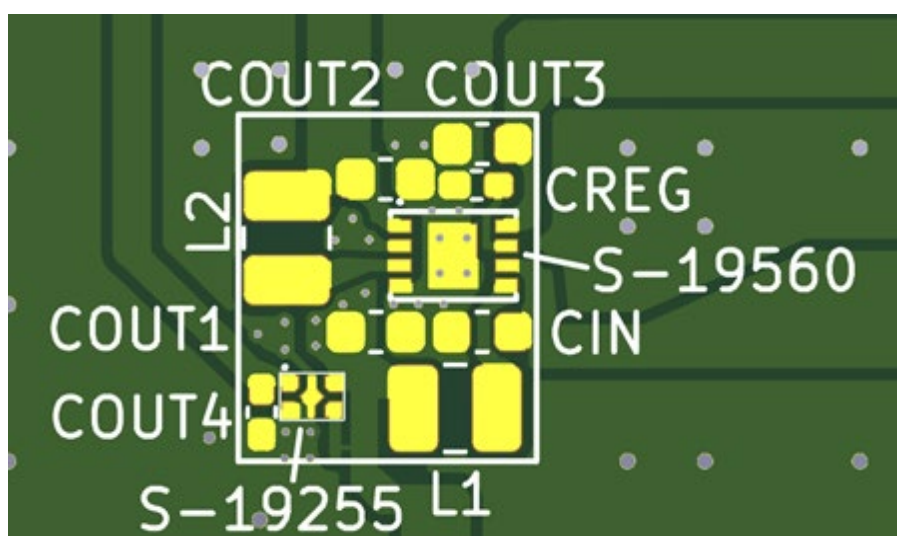

图8 基板布局示例 (放大图)
- 在图8的基板布局示例中，通过缩短S-19255系列的输入与COUT1的距离，省略了S-19255系列的输入电容器。如果将S-19255系列配置在较远的位置时，请追加S-19255系列用的输入电容器。